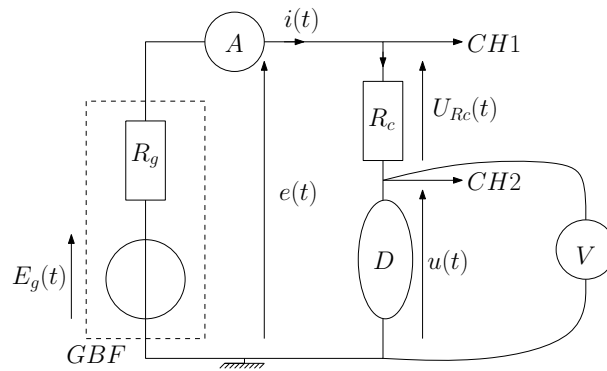

FIGURE 2 – Utilisation de multimètres pour déterminer U_{eff} et I_{eff}
- Mesure au voltmètre (voir figure 2), mode AC (ou AC+DC), on obtient U_{eff}
- Mesure à l'ampèremètre (voir figure 2) : mode AC (ou AC+DC) on obtient directement I_{eff} .